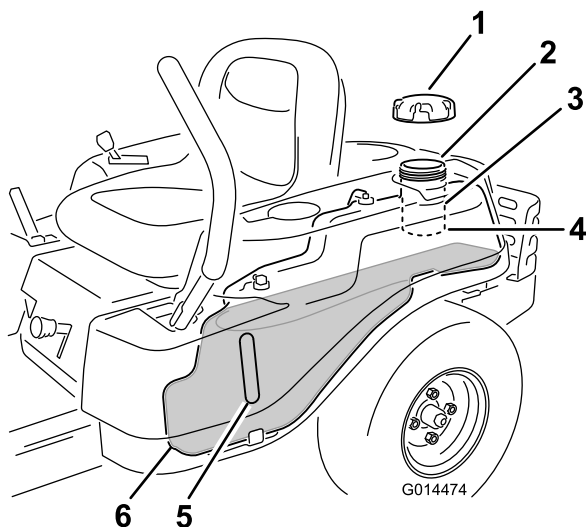

Figure 7
**Remarque:** Vous pouvez utiliser le regard pour vérifier la présence d'essence avant de faire le plein (Figure 7).
2. Versez **lentement** de l'essence jusqu'à ce que le niveau atteigne la base du goulot de remplissage (Figure 7).